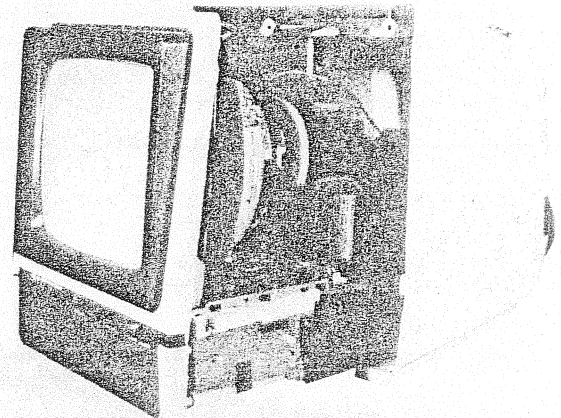

Abb. 3
- (4) Rückwand abnehmen, wie in Abbildung 3.